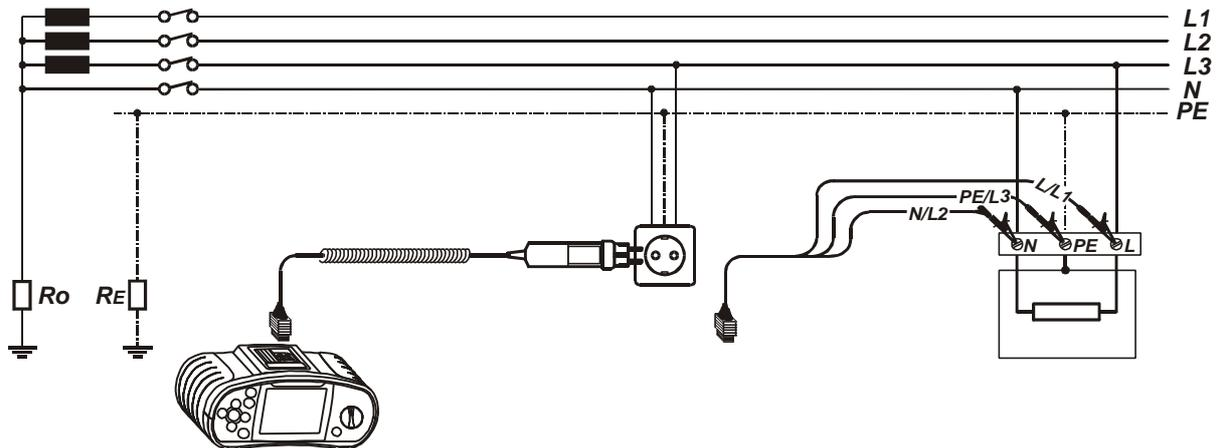

Abb. 5.35 Anschluss des Steckerkabels und des Universalprüfkabels
Schritt 3 Befolgen Sie zur Durchführung der Messung des Fehlerschleifenwiderstands (R_s) den Anschlussplan in Abb. 5.35. Benutzen Sie bei Bedarf die **Hilfe**-Funktion.